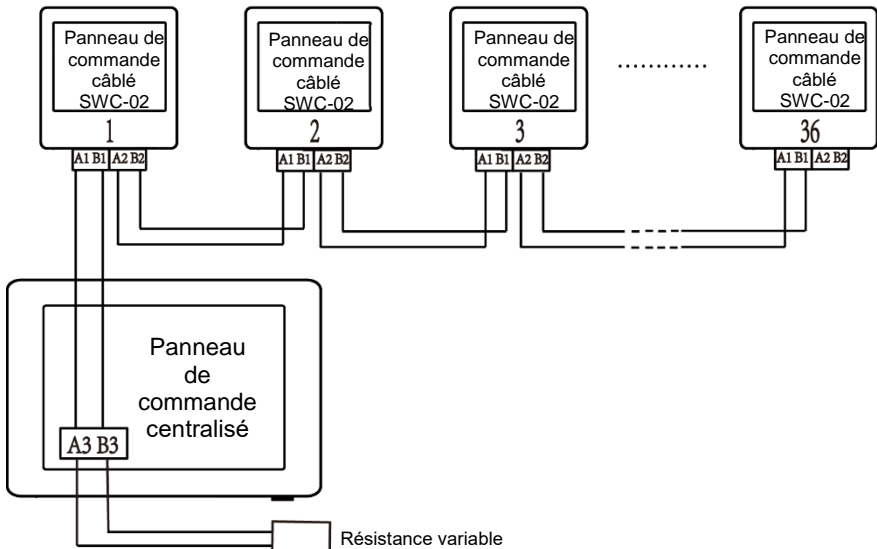

Fig. 3-8 : Panneau de commande centralisé raccordé au panneau de commande câblé SWC-02
- (1) Le schéma de raccordement du système de commande est illustré sur la figure 3-8. Le système de contrôle comprend le panneau de commande à distance centralisé,